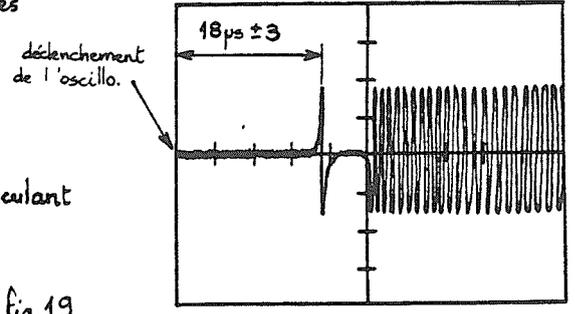

Figure 19
Si le réglage n'est pas bon, desserrer la vis de blocage de la tête supérieure (fig.18) et avancer ou reculer très légèrement la tête en glissant le bout d'un tournevis entre l'encoche prévue dans le corps de la tête et l'épaulement du chariot positionneur (fig. 18) de façon à obtenir le signal le plus symétrique possible : écart $< 0,2$ div. (fig. 19)
- Contrôle d'alignement par rapport à l'index de la tête supérieure: le signal obtenu doit être dans les tolérances indiquées figure 19
le signal obtenu doit être dans les tolérances indiquées fig. 19